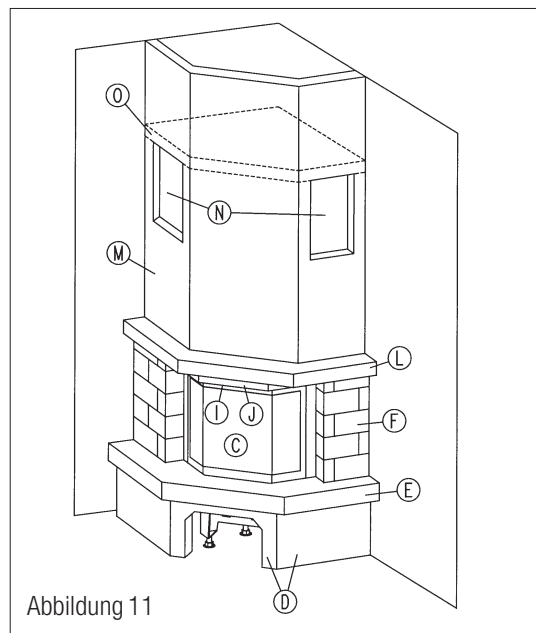

Abbildung 11
13.4 Legen Sie dann die Promasilplatten der Zwischendecke auf das Schürzenunterteil sowie auf die hinteren Dämmplatten bündig und waagrecht auf. Die Einzelteile der Zwischendecke müssen dicht miteinander verklebt sein! Auf die Zwischendecke setzen Sie die Schürze weiter bis zur Zimmerdecke. **(Abb. 11)**